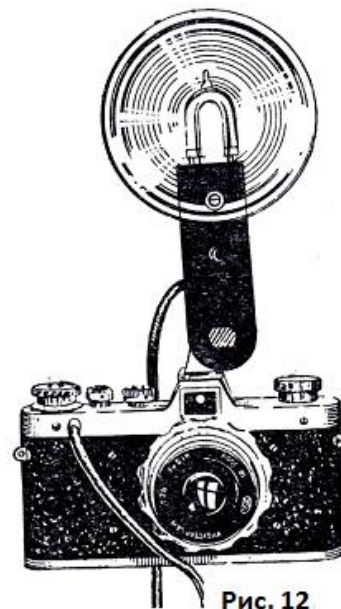

Рис. 12
При неблагоприятных условиях съемки может возникнуть потребность в использовании мощных источников света – ламп-вспышек. Затвор фотоаппарата снабжен синхронизатором, связывающим момент вспышки лампы с работой затвора. Синхронизатор рассчитан на применение ламп-вспышек одноразового и многократного действия, время инерции которых находится в пределах 0+1 миллисекунда. Лампа-вспышка присоединяется к штепсельному гнезду аппарата (8) специальным проводником с наконечником (рис. 12).
Осветитель лампы-вспышки обычно крепится специальной планкой к штативной гайке фотоаппарата или может быть вставлен в клемму фотоаппарата (рис. 12). Синхронизатор аппарата «Заря» имеет блокировочное устройство, разрывающее электрическую цепь во время завода затвора.